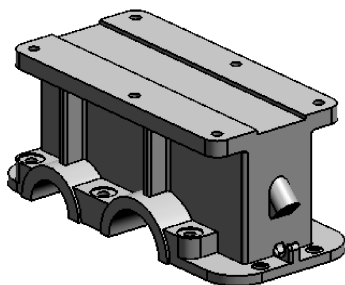

图 4-120 减速器下箱体模型
- 29 至此，减速器的下箱体也全部创建完成，结果如图 4-120 所示。